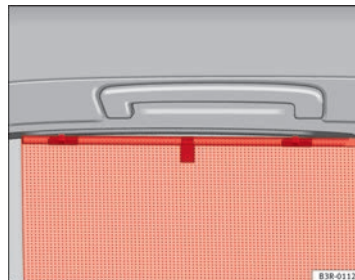

Fig. 98 Persianilla enrollada en una de las puertas traseras
- Desenrolle la persianilla y engánchela en los ganchos que van en el marco superior de la puerta ⇒ fig. 98.